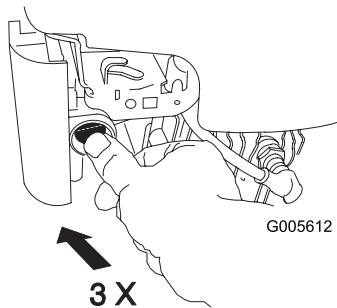

Figure 16
1. Appuyez fermement à 3 reprises sur l'amorceur avec le pouce en marquant une pause d'une seconde à chaque fois (Figure 16).